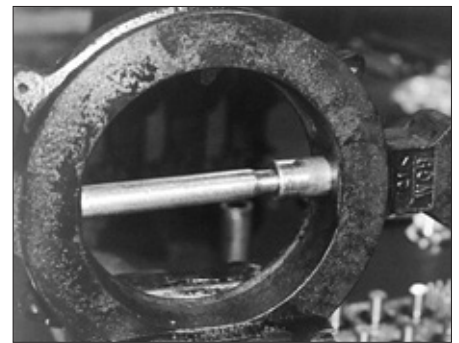

Figura 6 - El casquillo del eje roza la superficie de trayectoria de flujo.
4. Golpee la herramienta con un martillo para seguir insertando el casquillo del eje hasta que roce la superficie de trayectoria de flujo del cuerpo. (véase Figura 6)